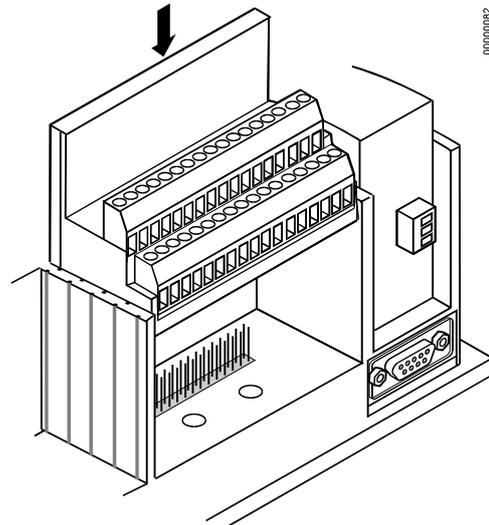

Рис. 33. Установка блоков винтовых клемм
2. При помощи плоской или крестовой отвертки настройте контрастность дисплея (см. Рис. 33).